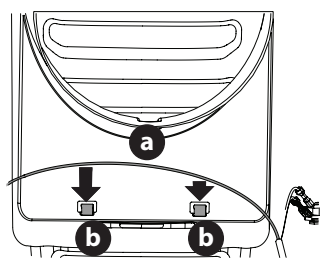

Figura 12
- Asegure el arnés de faros delanteros (a) en las dos guías (b) del frente del pleno (Figura 12).